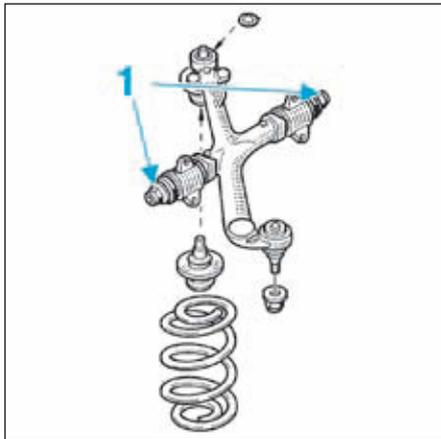

FIG.23
- Déposer les fixations (1) des silentblocs du bras de suspension (Fig.23).